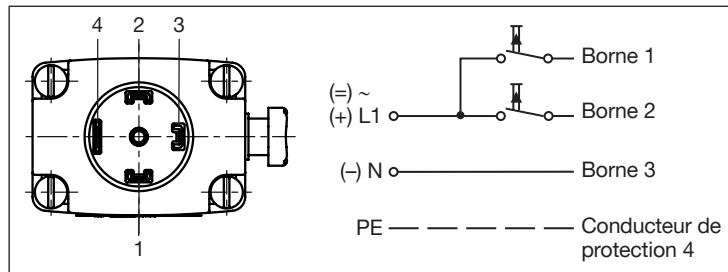

Fig. 1 : Schéma de raccordement vanne à impulsions
- Raccorder les **vannes à impulsions** (code variable CF 02) comme illustré dans « Fig. 1 ». L'impulsion sur la borne 1 ferme la vanne, l'impulsion sur la borne 2 ouvre la vanne.